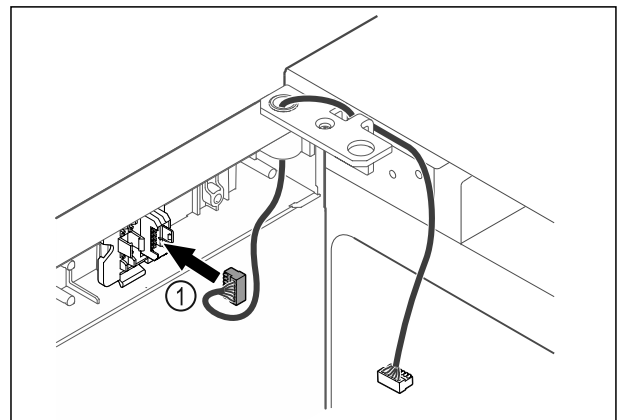

Fig. 58
- ▶ Įkiškite kištuką Fig. 58 (1) į kištuko laikiklį.